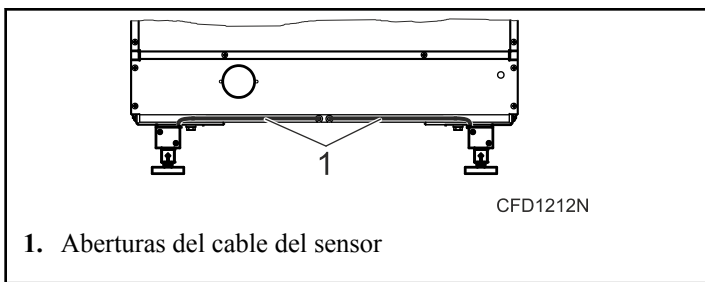

Figura 9
7. Encaje los cables del sensor en las aberturas preparadas con accesorios de cable. Consulte *Figura 9*.